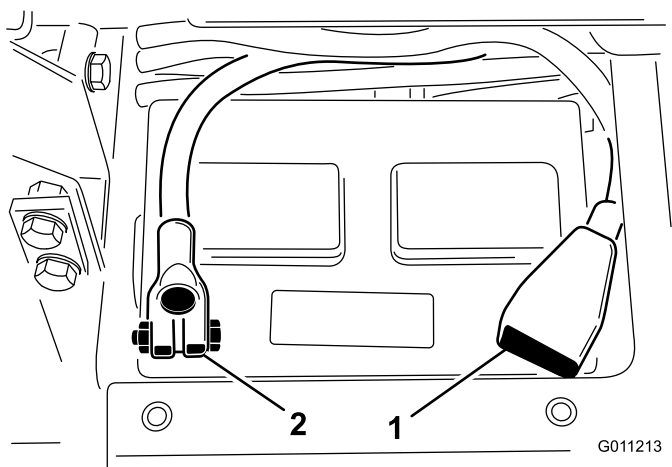

Figure 5
5. Installez le câble positif (rouge) sur la borne positive (+) de la batterie et fixez-le en place avec un boulon en T et un écrou (Figure 5).
6. Installez le câble négatif (noir) sur la borne négative (−) de la batterie, et fixez-le en place avec un boulon en T et un écrou (Figure 5).